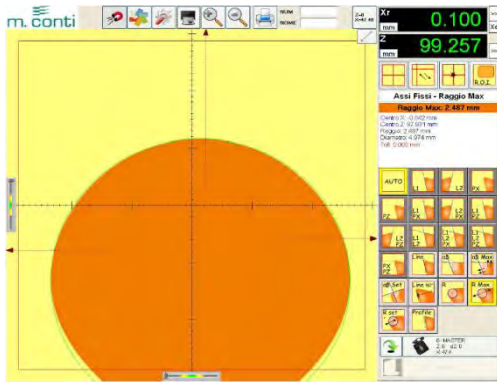

fig. G12
- Cliquer sur un troisième point à l'intérieur de l'outil et sur un autre point en dehors de l'outil : le cercle se dessine sur l'écran (fig. G12)